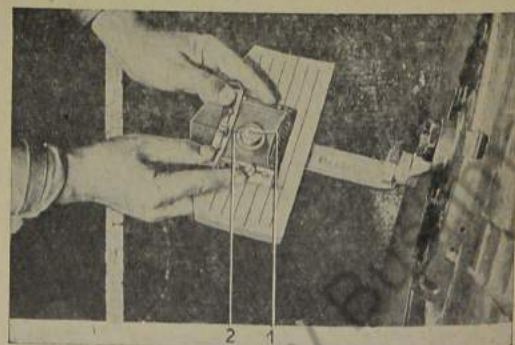

Bild 477: Libelle in roten Kreis einspielen
3. Libellenteller auflegen und parallel zu den Längs- bzw. der Querlinie auf dem Kugelteller verschieben, bis zum Einspielen der Libelle in den roten Kreis (Bild 477).